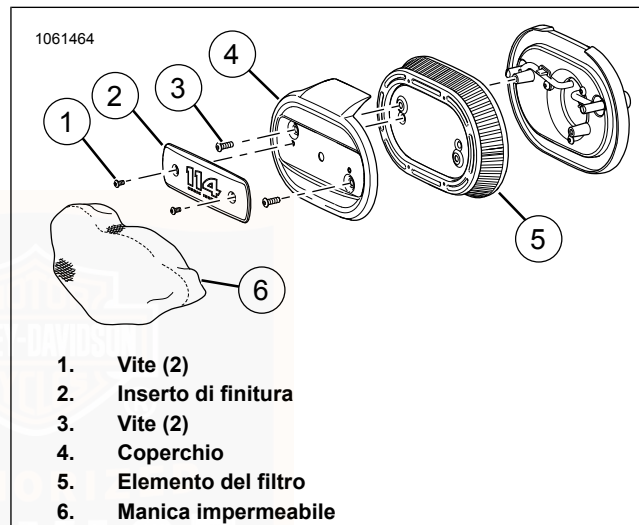

Figura 80. Filtro dell'aria: Ovale
1. Vedere Figura 80 . Rimuovere l'inserto della finitura del filtro dell'aria.
- a. Rimuovere le viti dell'inserto della finitura (1).
- b. Rimuovere l'inserto della finitura (2).
- a. Rimuovere le viti (3).
- b. Rimuovere il coperchio (4).
- c. Rimuovere l'elemento del filtro (5).
Se dotato di filtro dell'aria ovale: vedere Figura 80 . Quando il tempo è umido o piove, l'acqua può penetrare nel motore a causa dell'esposizione dell'elemento del filtro. Con il veicolo parcheggiato, l'acqua può causare corrosione o danni interni al motore. Durante il moto, l'acqua può causare l'accensione regolare del motore. Quando il tempo è umido o piove, installare la manica anti-pioggia (6) sull'elemento del filtro dell'aria per ridurre al minimo le infiltrazioni d'acqua.
1. Vedere Figura 80 . Installare l'elemento del filtro e il coperchio.
- a. Installare l'elemento del filtro (5).
- b. Installare il coperchio (4).